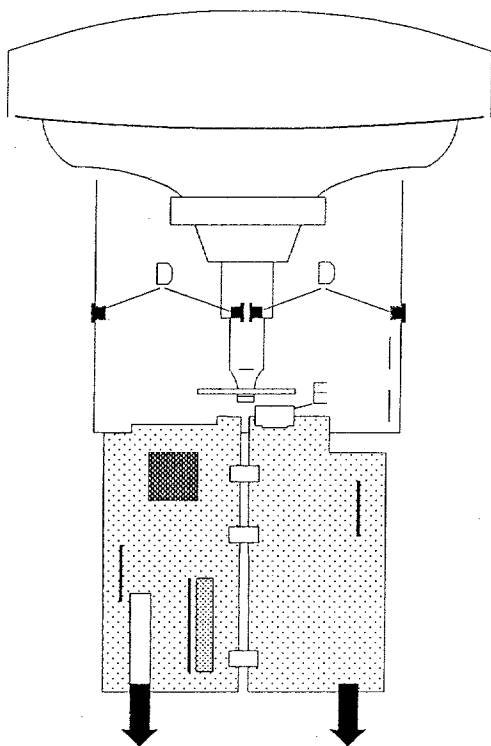

Fig 4.2
**2. Posizione di servizio per la misurazione (Fig. 4.2)**